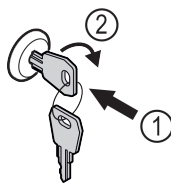

Fig. 102 Shembull ilustrues
- Shtyni çelësin brenda Fig. 102 (1).
- Rrotulloni çelësin me 90° në drejtimin orar Fig. 102 (2).